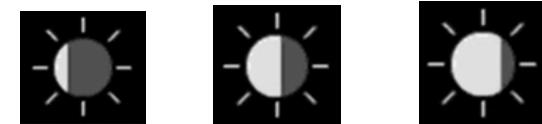

Рисунок 7 – Примеры индикатора яркости
Заводские настройки кнопок (3) и (5) соответствуют уменьшению или увеличению яркости при их кратковременном нажатии. Установленный уровень яркости дисплея отображается в виде индикатора яркости с разным заполнением (см. рис. 7).